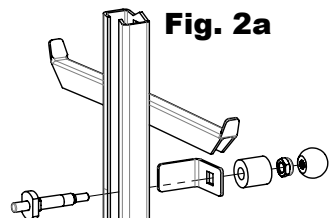

Fig. 2a
1. Fixez la butée à l'arrière de la section de rail de guidage du bas, en alignant, en mettant dans l'ordre et en assemblant les composants de la butée comme sur l'illustration (fig. 2a), dans le trou rectangulaire du rail de guidage (reportez-vous à la section « Spécifications pour l'installation » pour connaître l'emplacement de la butée par rapport à l'extrémité inférieure et supérieure du système de rail).